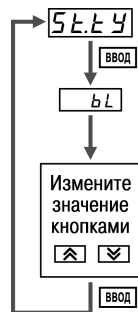

Рисунок 11.5 – Изменение значения параметра
- Осуществляется выбор параметра для изменения, после чего нажимается кнопка (рисунок 11.5). При этом начнет мигать значение параметра на ЦИ2.